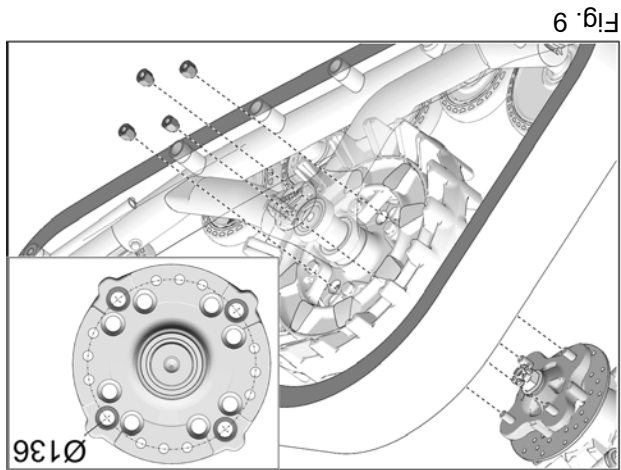

Fig. 9
8. Fixer le système de traction au moyen de roue arrière. Utiliser le cercle de perçage de $\varnothing 136\text{mm}$ et les écrous de roue d'origine du véhicule. Fig. 9